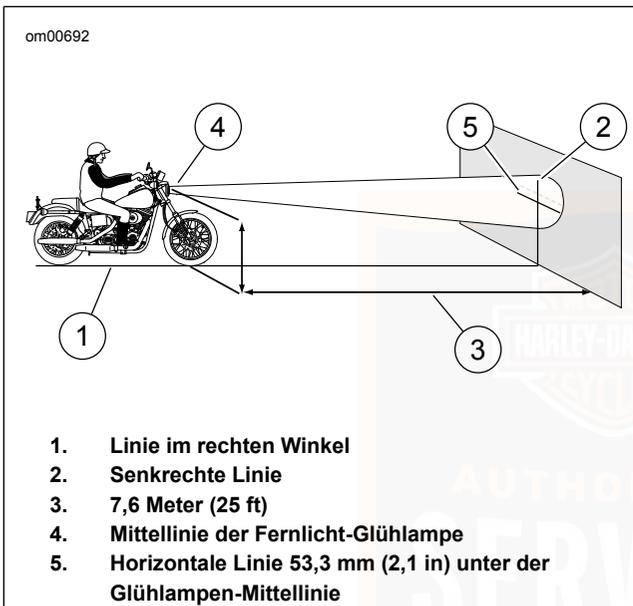

Abbildung 63. Prüfung der Scheinwerferausrichtung
4. Siehe Abbildung 63. Das Motorrad auf einer Linie im rechten Winkel (1) parken, wobei die Vorderachse einen Abstand von 7,6 m (25 ft) (3) zur Wand hat.
5. Eine senkrechte Linie (2) an der Wand anzeichnen.